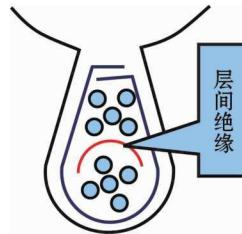

图 2-11 双层绕组
(2) 双层绕组是指每个定子铁芯槽内均放有不同线圈的两个有效边,并用层间绝缘隔为上下两层的绕组,如图 2-11 所示。
(3) 单双层混合绕组是指在整个定子铁芯槽内有些槽只放线圈的一个有效边,有些槽放有线圈的两个有效边的绕组。